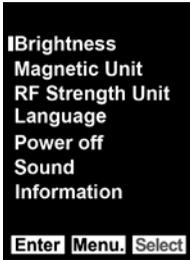

图 4 - 主菜单选项屏幕
6. 主菜单屏幕（图 4）上的 MENU 按钮可用来退出主菜单。